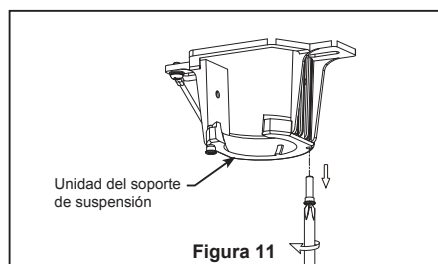

Figura 11
- ☐ 11. Extraiga uno de los tornillos de hombro en el soporte del gancho y guarde los tornillos para pasos posteriores. Afloje el segundo tornillo de hombro sin extraiga completamente. (Figura 11)